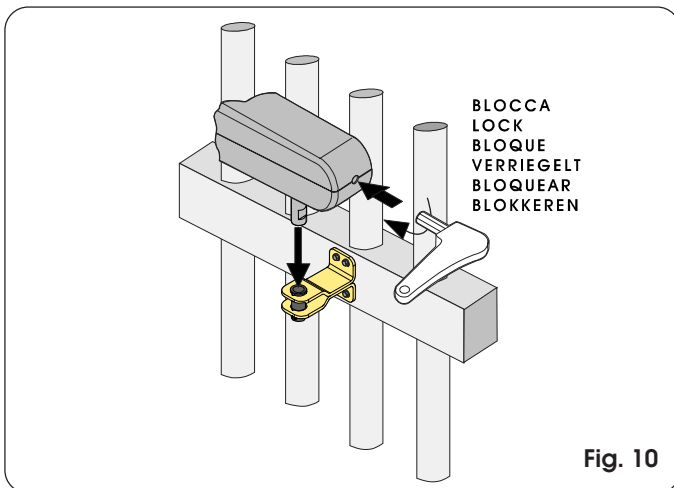

Fig. 10
Fixer l'opérateur à la patte d'attache antérieure d'après la Fig. 10 et tourner la clé de déverrouillage en sens horaire jusqu'à la butée de fermeture.
- Replacer l'opérateur sur la patte d'attache antérieur (Fig. 10);